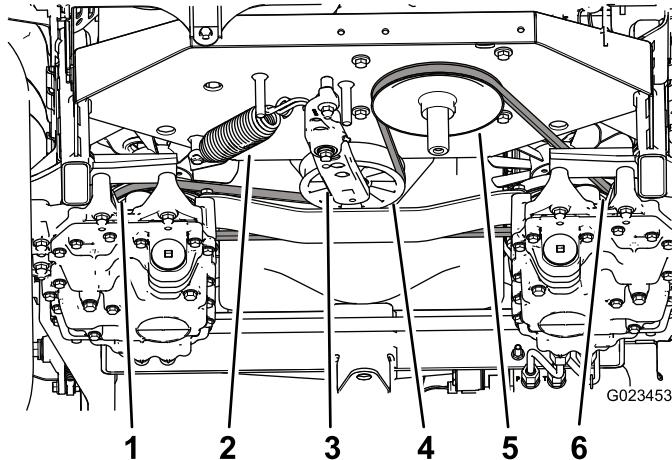

Bild 56
4. Haken Sie die Spannscheibenfeder vom Spannarm und vom Rahmen aus (Bild 56).
3. Setzen Sie eine Ratsche in das rechteckige Loch im Spannarm ein, um die Spannung an der Spannscheibenfeder zu lösen (Bild 56), nehmen Sie dann den Riemen von der Spannscheibe.
9. Haken Sie eine Feder am Spannarm und am Rahmen ein (Bild 56).